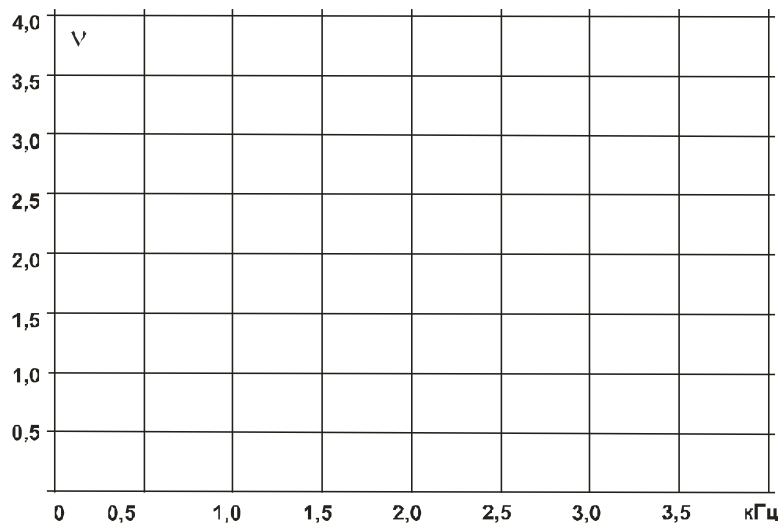

Рис. 8.5.7
- Изменяя частоту от 0,2 до 4 кГц, как указано в табл. 8.5.1, снимите зависимость $U_{ВЫХ}$ (+), рассчитайте значения коэффициента усиления ν для каждой частоты, и на рис. 8.5.7 постройте график $\nu(+)$ для данного усилителя.
- Повторите с этим усилителем те же опыты, что и с первым. Результаты отобразите на осциллограмме (рис. 8.5.4), в табл. 8.5.1 и на графике (рис. 8.5.7).